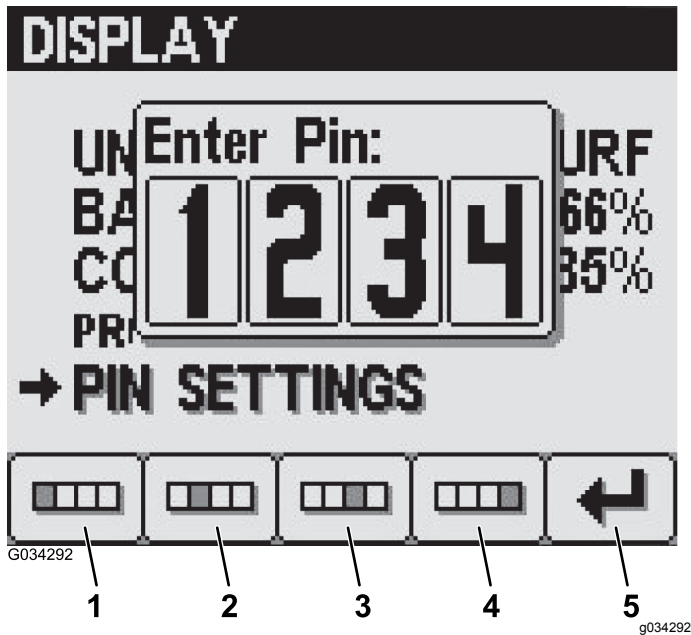

Figura 30
2. Ingrese su PIN de 4 dígitos usando los botones 1 a 4 y pulse el botón 5 para ingresar el PIN en el InfoCenter (Figura 30).
- En la pantalla de Ingresar PIN anterior, ingrese su PIN anterior usando los botones 1 a 4 y pulse el botón 5 para ingresar el PIN en el InfoCenter (Figura 30).